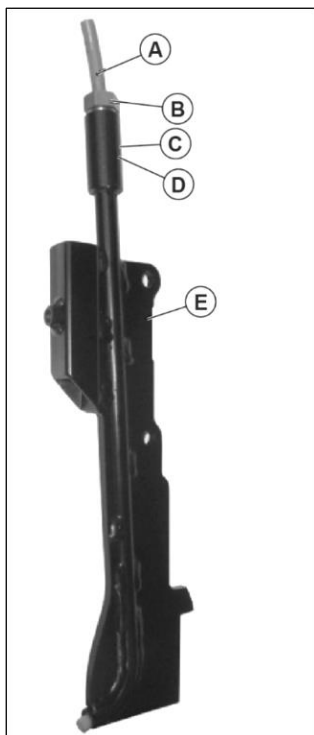

図4
2. スペーサー (C)
3. ロックナット (B)
ナットを少し緩めて、底部から 5 mm 程度出るまでチューブ (A) を挿入します。この時点で、17 レンチでナットを締めてチューブをロックします。図 4 に、正しく組み立てたケーブルガイドを示します。組み立てたら、ケーブルガイドを本機構造部に固定できます。